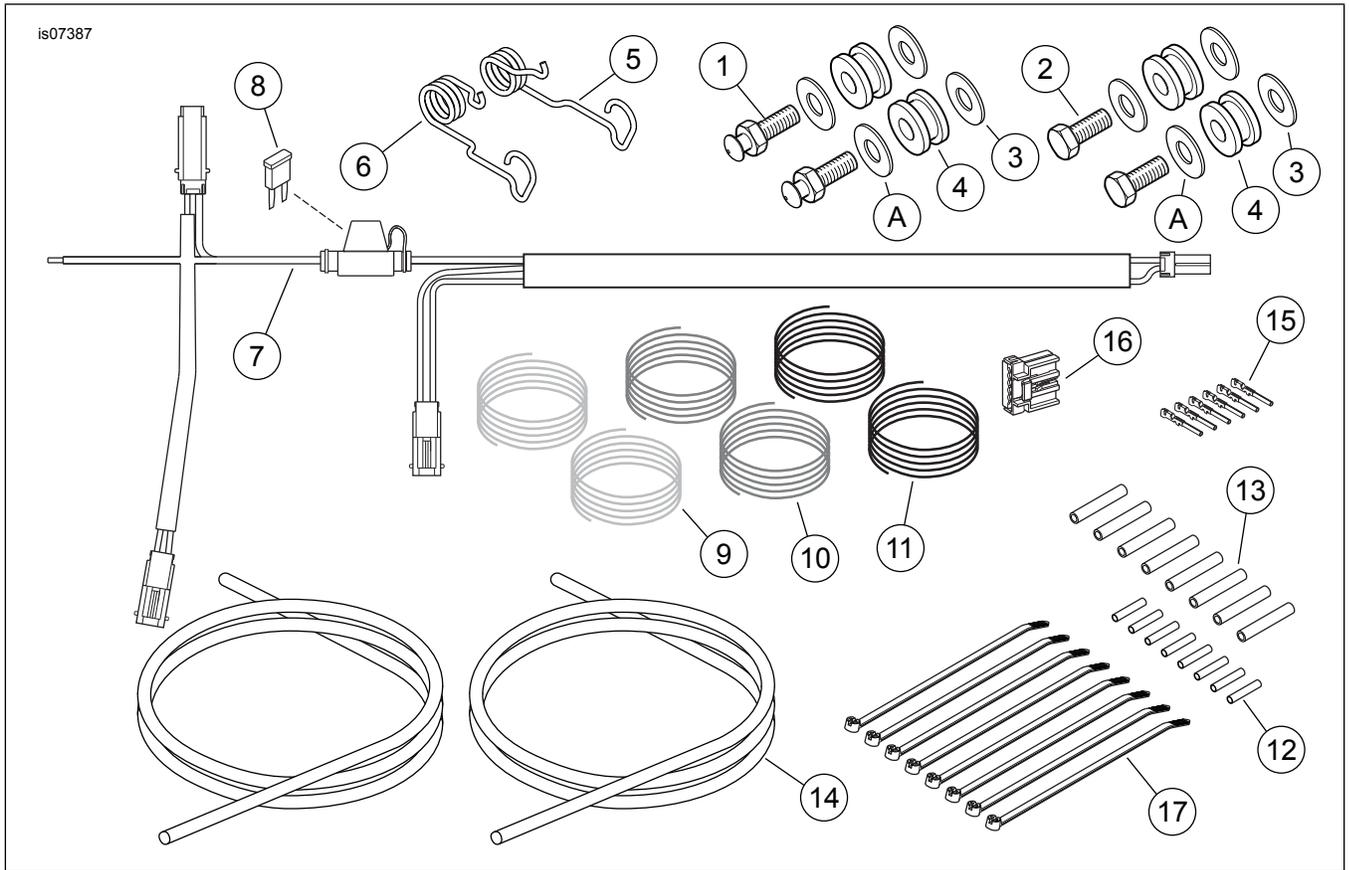

Figure 4. Pièces détachées, kit de visserie de montage de feu auxiliaire et de repositionnement du feu de direction FLSTF
Voir Figure 4 et Tableau 1.
3. Voir Figure 4. Prendre dans ce kit une goupille de montage à tête bombée (1), une vis à capuchon à tête hexagonale (2), deux rondelles plates (3) et deux bagues (4), et deux rondelles chromées (A) dans le kit de montage de feu auxiliaire FLD, ainsi que le feu auxiliaire du côté correct et la barre de montage assemblés précédemment.
12. Voir Figure 4. Dans le kit, prendre les six fils (9, 10, 11), les six connecteurs de fil (12) et les six morceaux de tube thermorétractable (13). Couper et dénuder l'extrémité de chaque fil selon les instructions de l'appendice du manuel d'entretien. Passer un morceau de tube thermorétractable sur une extrémité de chacun des six fils.
17. Prendre les deux conduits de fil (14) dans le kit. Passer un conduit sur les trois fils partant de chaque feu de direction.